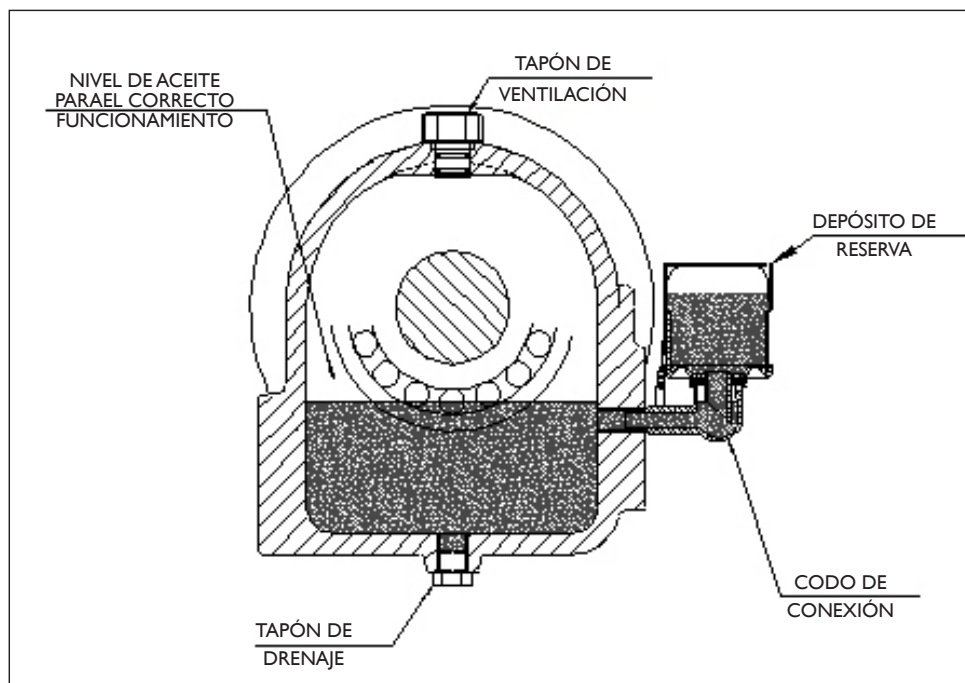

Figura 19
6.- Volver a colocar el tapón de ventilación del cuerpo de rodamiento, ver figura 19.